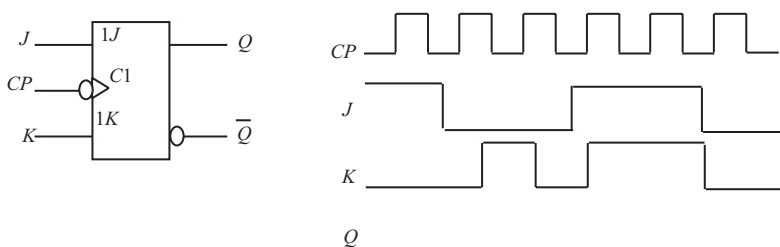

图 6-24 题 2 图
2. 触发器如图 6-24 所示,①写出它的真值表;②画出 Q 端的输出波形(初态为 0)。